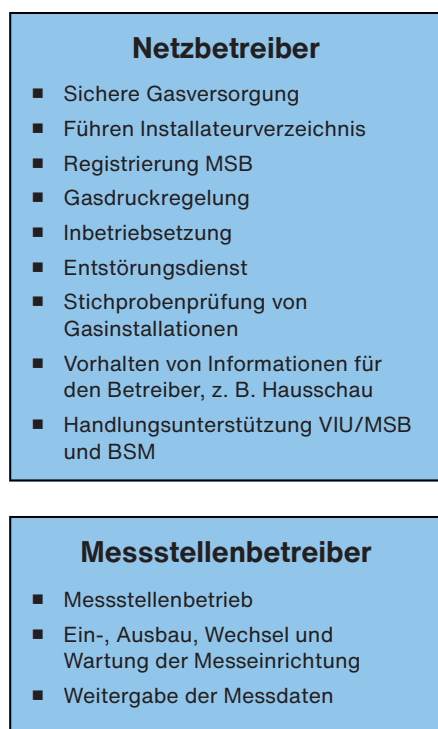

Abb. 2: Kurzübersicht Aufgabengebiete/Zusammenwirken
findlichen Gasinstallation (Gasleitungsanlage und Gasgerät) bis zur Abführung der Abgase ins Freie mit Ausnahme der Hauptabsperreinrichtung (HAE), der Messeinrichtung und des Gas-Druckregelgerätes, die nicht in seinem Eigentum stehen, verantwortlich. Bei der Wahrnehmung seiner Verkehrssicherungspflicht bedarf der Endkunde der Unterstützung durch Netzbetreiber (NB), Vertragsinstallationsunternehmen (VIU), bevollmächtigte Bezirksschornsteinfeger (bBSF) und ggf. Messstellenbetreiber (MSB). Dieses Zusammenwirken wird im DVGW-Arbeitsblatt G 1020 beschrieben (Abb. 2) und ist Bestandteil der Eigenverantwortlichkeit des Gasfaches für eine sichere Gasversorgung.